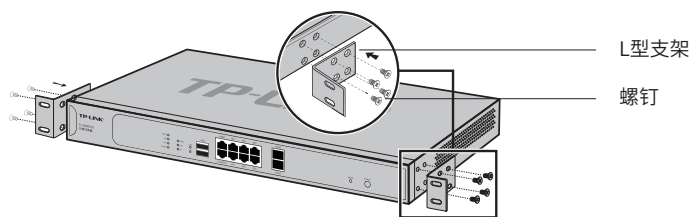

图2-1 支架安装示意图
2. 将配件中的两个L型支架分别安装在本产品面板的两侧, 并用配件中提供的螺钉固定, 如图2-1所示;